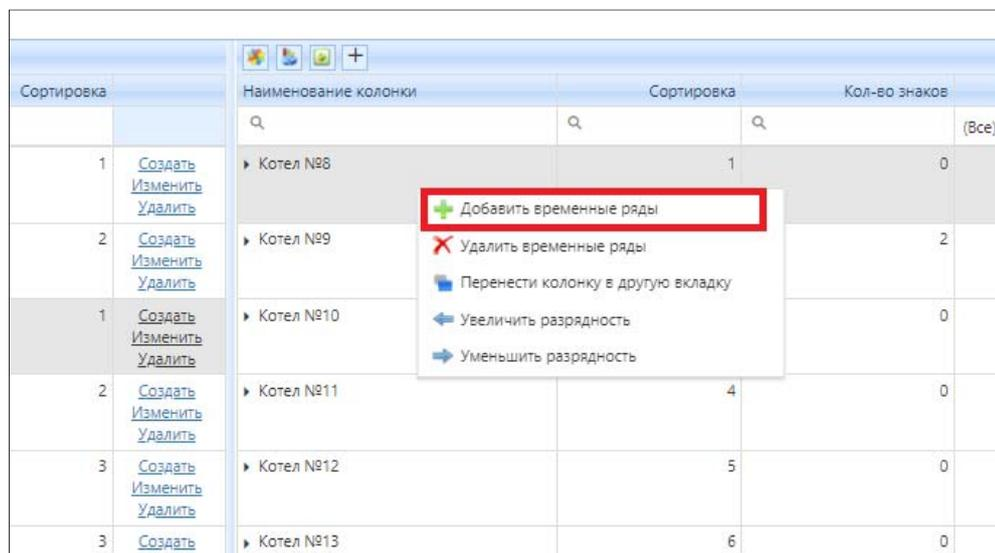
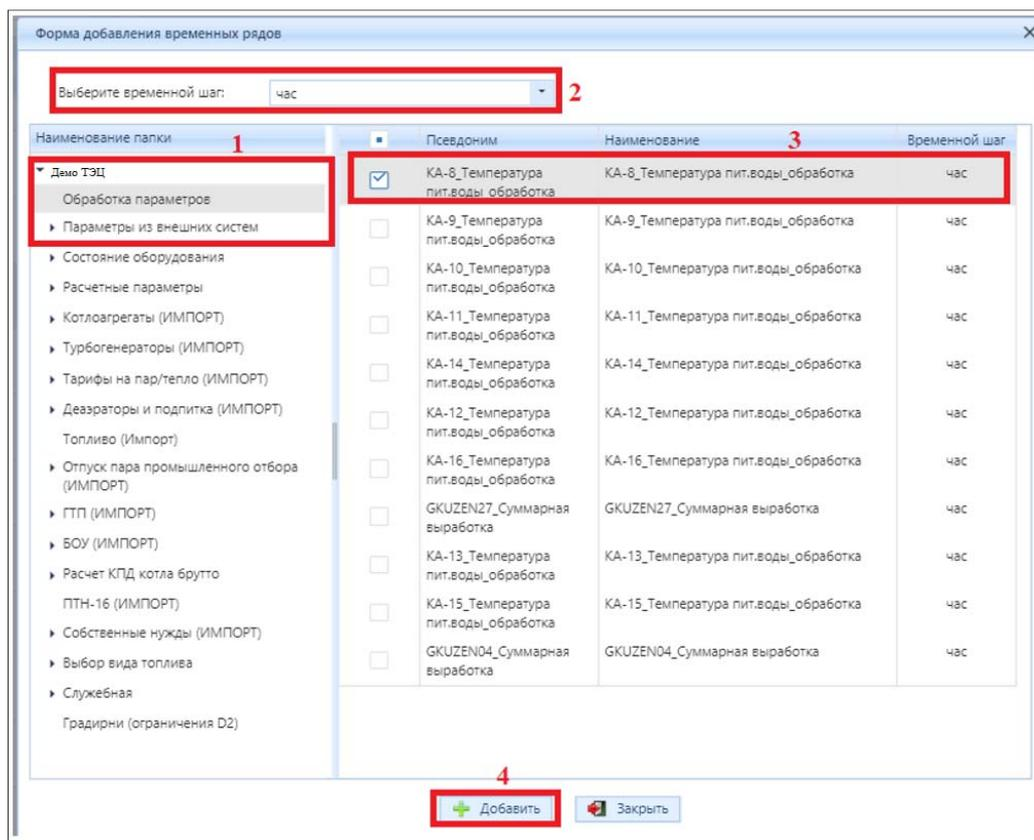

Рисунок 4.6.6 – Привязка временных рядов к колонке формы ввода
Рисунок 4.6.7 – Окно «Форма добавления временных рядов»
осуществляется привязка, будет являться ячейкой в созданной колонке. Для этого нажмите правой кнопкой мыши на созданную колонку и выберите из контекстного меню «Добавить временные ряды» (рис. 4.6.6).
После нажатия на кнопку «Добавить временные ряды» (рис. 4.6.6) появится окно «Форма добавления временных рядов» (рис. 4.6.7). В данном окне требуется:
3. выбрать установлением признака временные ряды, которые нужно загрузить (если временные ряды отсутствуют в блоке (3) (рис. 4.6.7), проверьте правильность указанного временного шага);
4. нажать кнопку (4) «Добавить» (рис. 4.6.7) для добавления выбранного временного ряда или кнопку «Заккрыть» (рис. 4.6.7) для выхода из окна без добавления привязки.
Нажмите на кнопку (5) «Утвердить» (рис. 4.6.7) для утверждения созданной формы ввода или (6) «Закорыть» (рис. 4.6.7) для выхода из окна без сохранения.